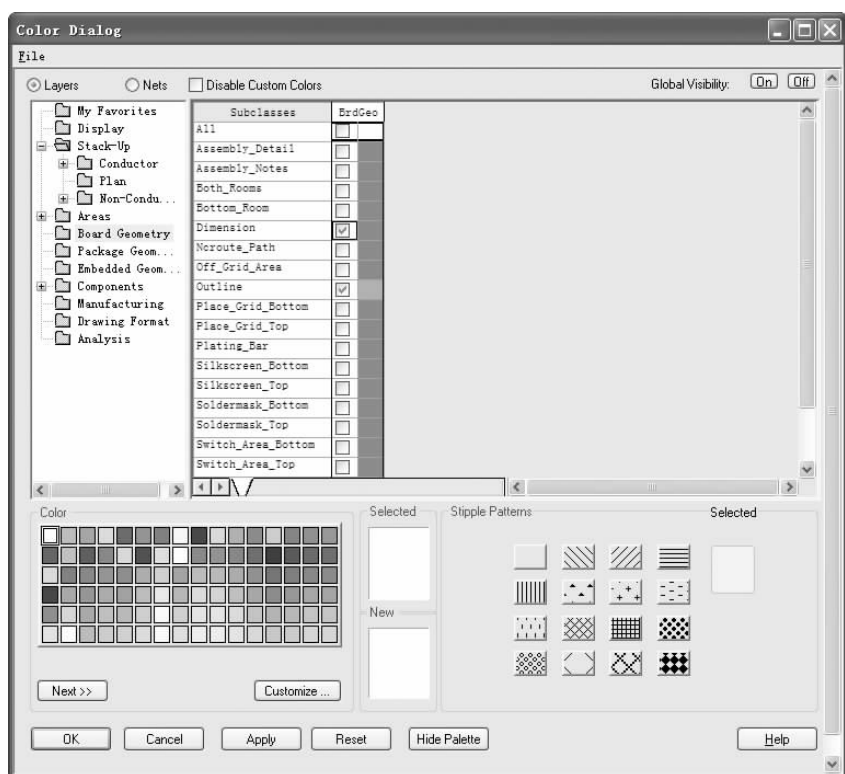

图 12-56 “Color Dialog (颜色)” 对话框
1. 选择菜单栏中的“Display（显示）”→“Color/Visibility（颜色可见性）”，弹出“Color Dialog（颜色）”对话框，如图 12-56 所示，设置如下参数。